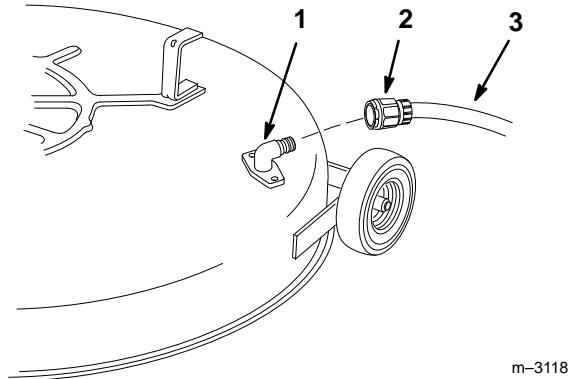

Abbildung 22
2. Den Schlauchanschluß am Anschlußstutzen des Mähers anschließen und den Hahn voll aufdrehen (Abb. 22).